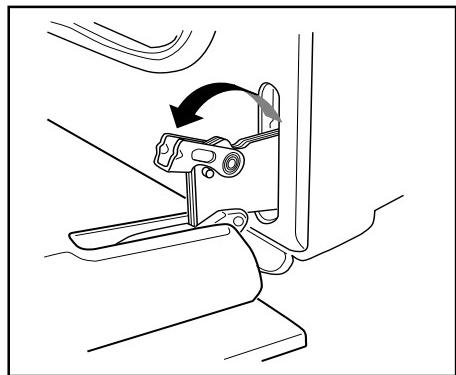

Abb. 8
- 3)** heben Sie die Hebel auf den Scharnieren an und klappen Sie diese (Abb. 8) nach vorne;